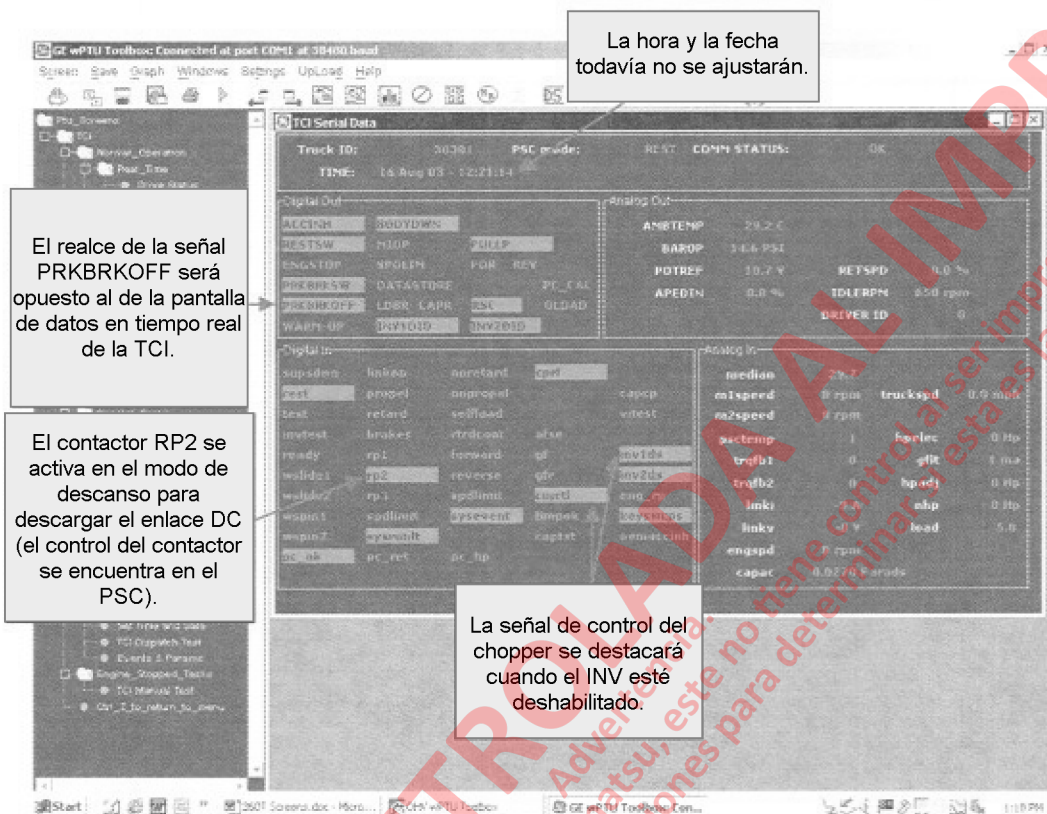

FIGURA 3-8. PANTALLA DE DATOS EN SERIE DE LA TCI
- Compruebe que los valores análogos y digitales sean similares al ejemplo en la Figura 3-8.